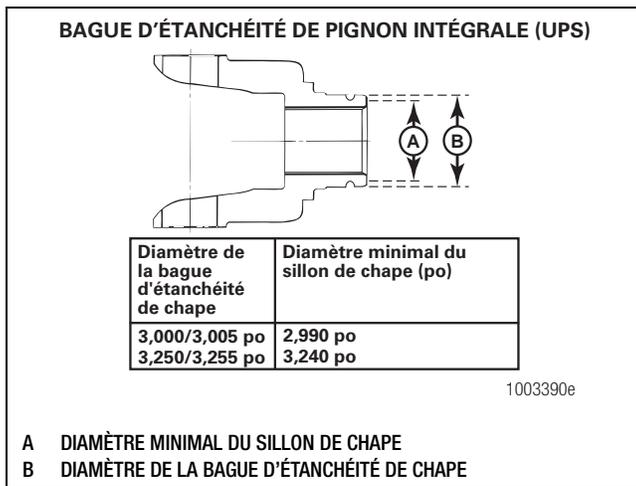

Figure 4.1
- **Si la chape comporte des sillons d'usure :** utiliser une jauge à coulisse pour mesurer le diamètre (profondeur) des sillons. Si le diamètre d'un des sillons est inférieur aux cotes données dans la Figure 4.1, remplacer la chape.